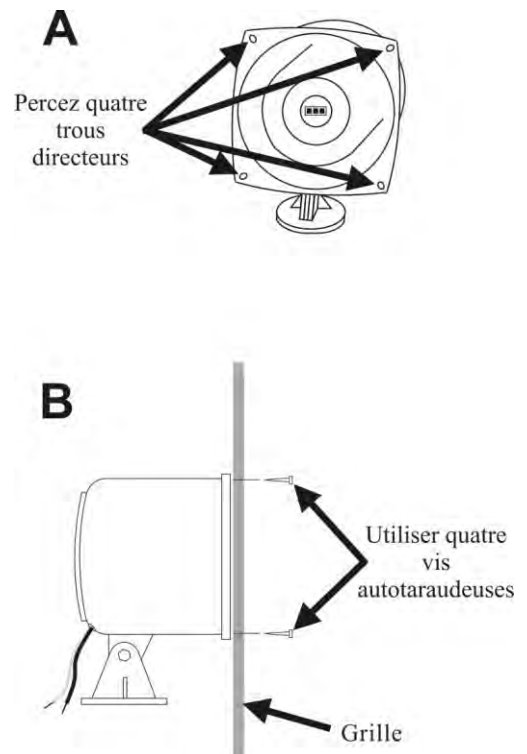

Figure 22. Installation du SP2000A
- Percez quatre trous directeurs de 3,2 mm aux endroits indiqués sur la figure 22 A, dans le rebord du SP2000A.
- Maintenez le SP2000A fermement contre l'intérieur de la grille du haut-parleur, les quatre trous directeurs sur son rebord directement alignés avec les quatre trous percés dans la grille du haut-parleur. Depuis l'extérieur de la grille du haut-parleur, fixez en perçant les quatre vis auto taraudeuses fournies dans chaque trou directeur du rebord du SP2000A à travers les trous percés dans la grille du haut-parleur, comme le montre la figure 22 B.